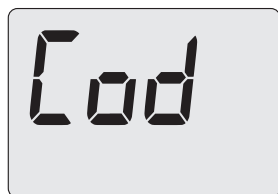

Figura 5.24
- Scorrere i vari parametri utilizzando i tasti 13 o 14 fino a far apparire sul display LCD le lettere **Cod**, indicanti l'entrata nel "parametro Cod" (Figura 5.24) che poi visualizza tre trattini "- - -" fissi.